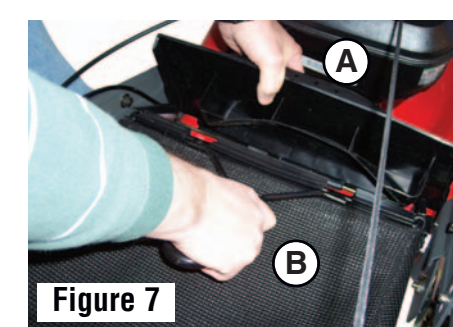
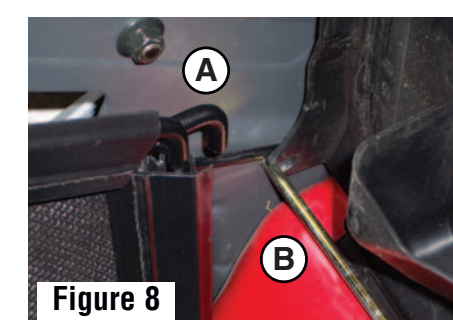

Figure 7
Figure 8
- Soulever le volet arrière (A, Figure 7).
- En tenant le volet arrière ouvert, fixer le panier de ramassage (B) sur l'arrière de la tondeuse.
- Vérifier que les crochets (A, Figure 8) de part et d'autre du cadre du panier s'engagent sur la tige du volet arrière (B).